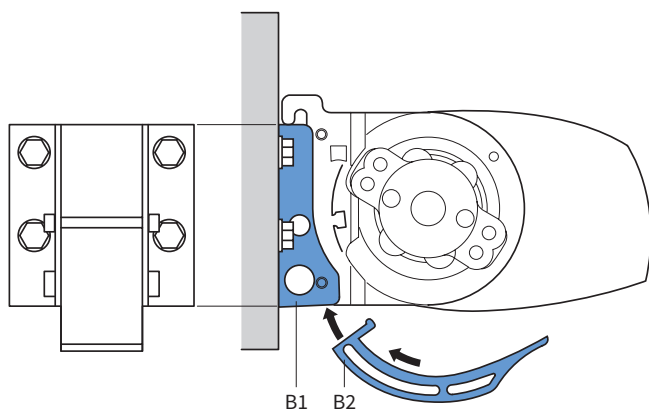

fig. 2.3 Montage av mittstöd B
3. Skjut den stöbara delen (B2) av mittstödet på plats in i mittstödsplattan (B/B1), **se fig 2.3**